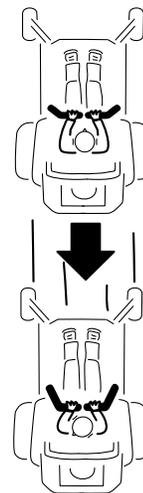

Bild 19
2. Zum Rückwärtsfahren sollten Sie nach hinten und auf den Boden schauen und die Fahrtriebshebel langsam nach hinten ziehen (Bild 19).
Wenden Sie zum Geradeausfahren auf beide Fahrtriebshebel denselben Druck an (Bild 19).